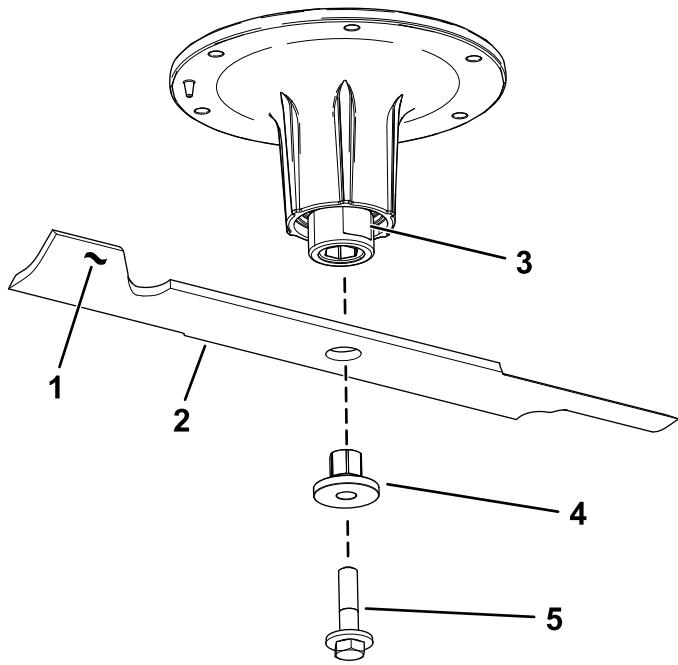

Figure 97
2. Retirez le boulon, la douille et la lame de l'axe de pivot (Figure 97).